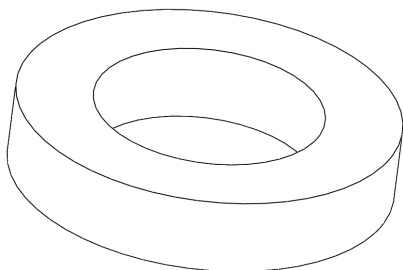

图 1-38 以消除隐藏线模式显示
(3) 执行操作后，即可以消除隐藏线的样式显示出模型对象，效果如图 1-38 所示。